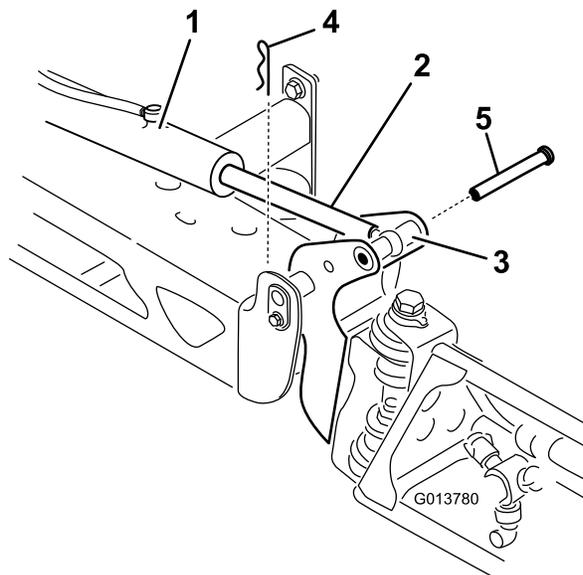

Figura 113
2. Retire o contrapino do pino de articulação (Figura 113).
3. Eleve rampa e retire o pino (Figura 113) e lentamente baixe a rampa para o solo.
- Enquanto segura na rampa, insira o pino através tanto da articulação da rampa como da extremidade da barra (Figura 113).